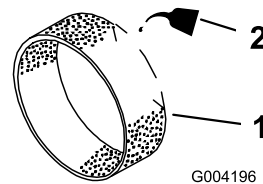

Figura 16
3. Coloque 30 ou 60 ml de óleo no filtro prévio (Figura 16).